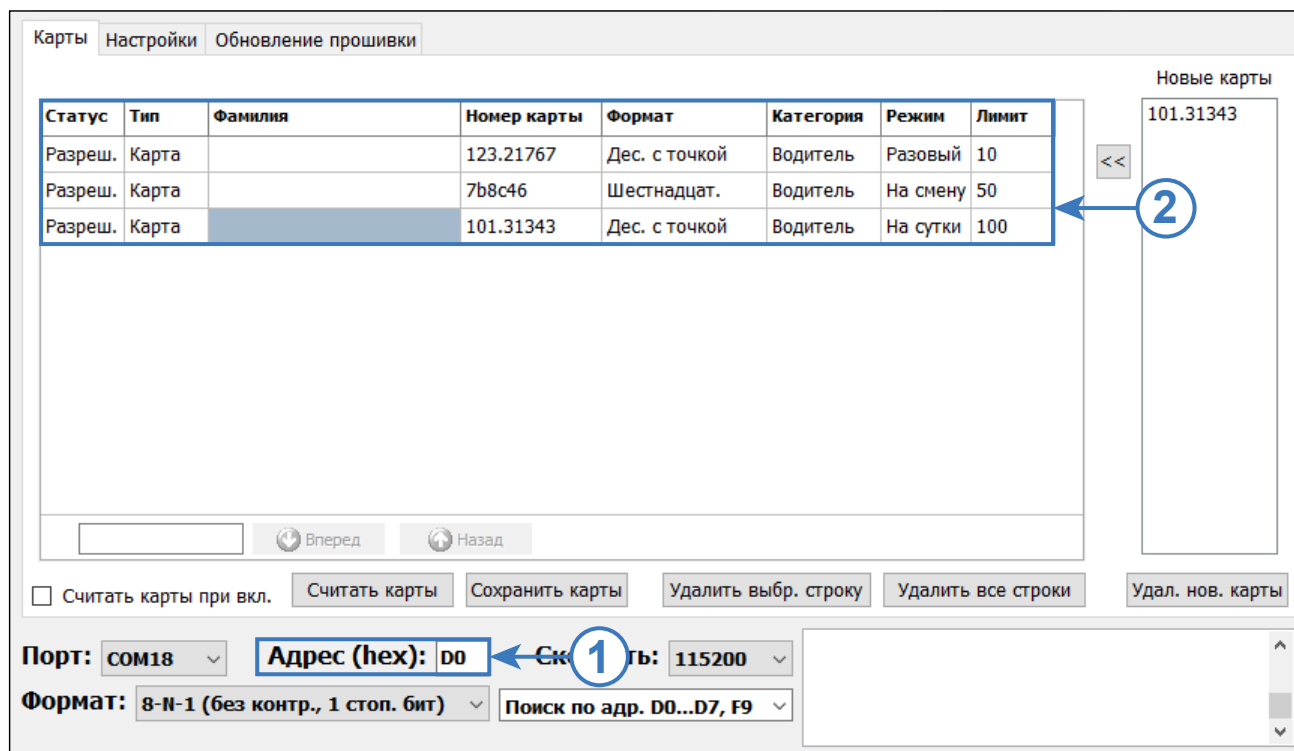

Рис.25. Формирование списка карт для передачи через сервер
1. Введите в поле «Адрес (hex)» в нижней части окна конфигуратора сетевой адрес устройства, которому нужно передать файл (**Рис.25, п.1**). Стандартные адреса устройств TKFC Plus: D0–D7. Адрес устройства, работающего в режиме устройства ПОРТ-3, — F9.
2. Сформируйте в конфигураторе нужный список карт (**Рис.25, п.2**).
2. Введите в поле «Адрес (hex)» в нижней части окна конфигуратора сетевой адрес TKFC Plus, которому нужно передать настройки (**Рис.25, п.1**). Стандартные адреса устройств TKFC Plus: D0–D7. Адрес устройства, работающего в режиме устройства ПОРТ-3, — F9.